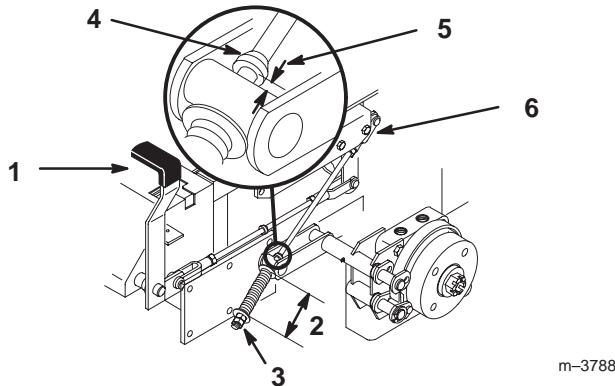

Figure 62
2. Mesurez la longueur du ressort. Les rondelles doivent être distantes de 70 mm (2-3/4 pouces) (Fig. 62).
3. Si un réglage est requis, desserrez l'écrou de blocage situé sous le ressort et serrez l'écrou directement au-dessous de la chape (Fig. 62). Vissez l'écrou jusqu'à ce que le ressort ait la longueur voulue. Serrez les deux écrous ensemble et répétez la procédure de l'autre côté de la machine.
- A. Mesurez la distance entre le galet de tourillon et le collier sur la tige de frein. Elle doit être comprise entre 5 et 7 mm (3/16 et 1/4 pouce) (Fig. 62).
6. Si un réglage est requis, desserrez l'écrou de blocage situé juste au-dessous de la chape. Tournez la tige inférieure jusqu'à obtention de l'écart voulu (Fig. 62). Serrez l'écrou de blocage à la chape.